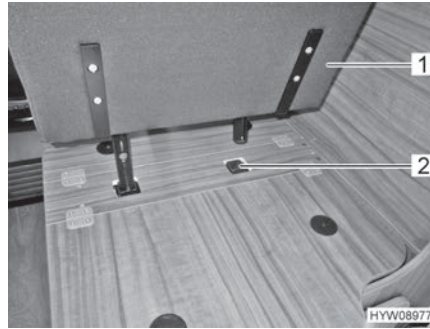

Bild 35 Stecksitz in Halterung stecken
- Stecksitz (Bild 35,1) in Halterung (Bild 35,2) stecken.